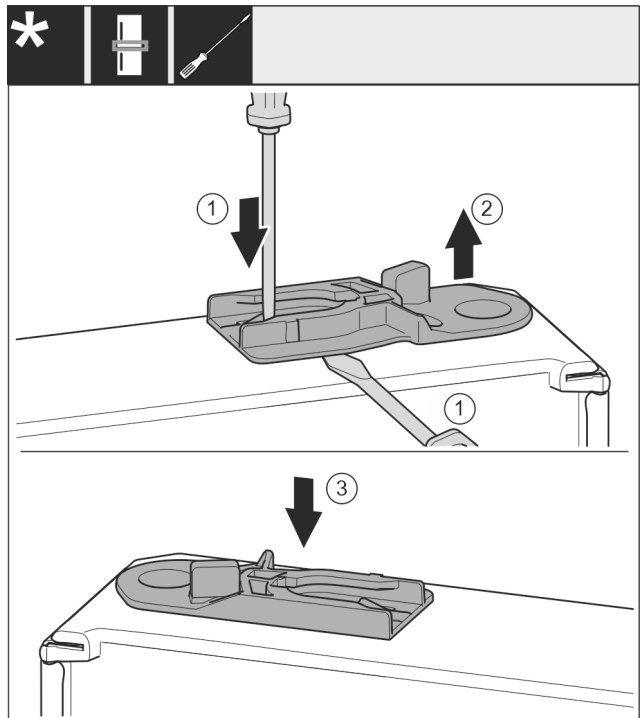

Fig. 38
- ▶ Húzza ki a vezetőhüvelyt: Nyomja a fedőlemez lapos csavarhúzóval, és közben nyúljon lapos csavarhúzóval a vezetőhüvely alá. Fig. 38 (1, 2)
- ▶ Tolja be a tartozékként mellékelt vezetőhüvelyt a ház másik oldalán. Fig. 38 (3)